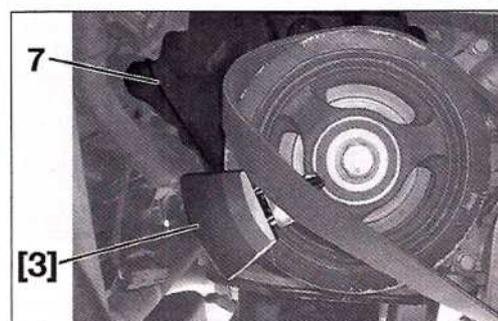

FIG. 20
- Girar hasta quitar la correa. Tener cuidado de no tocar el cárter de distribución (7) (Fig.20).